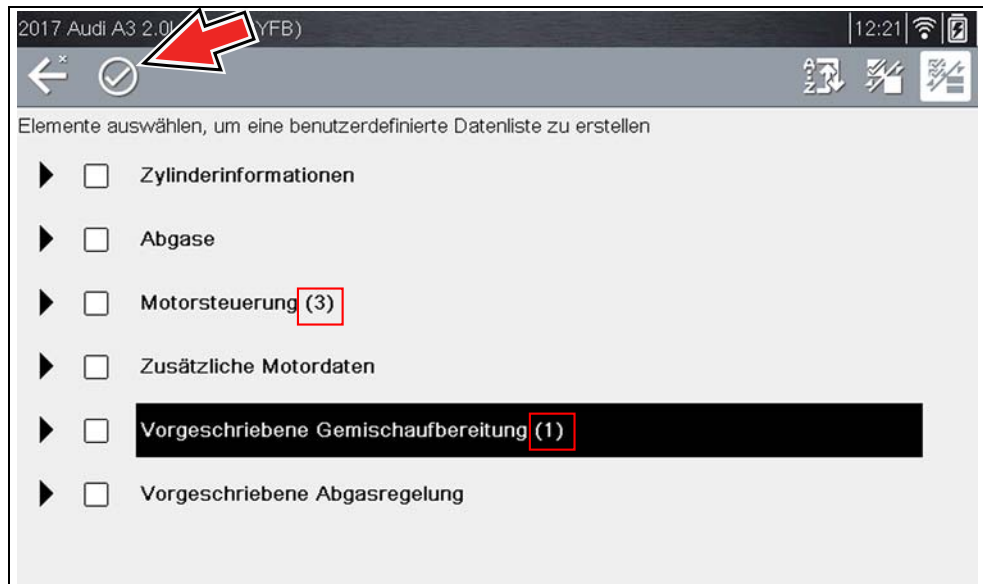

Abbildung 4-23
- Sobald Sie alle gewünschten PIDs ausgewählt haben (Abbildung 4-23), klicken Sie auf das Symbol **Annehmen**, um die benutzerdefinierte Liste anzuzeigen (Abbildung 4-23).